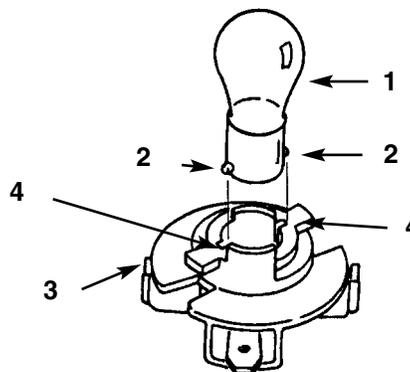

Fig. 20
4. Spingete la lampada e fatela girare in senso antiorario fin quando si ferma (circa 1/4 di giro), quindi toglietela dal portalampada (Fig. 20).